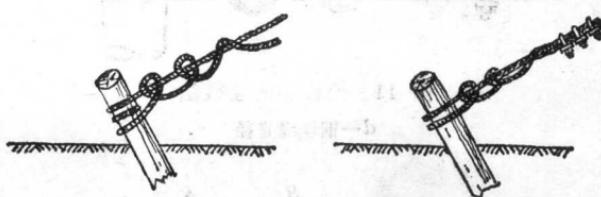

图 15 缆风桩扣的连接法
(8) 缆风桩扣：桅杆式起重机的缆风绳多用缆风桩扣固定于地锚上，它的连接方法见图15。